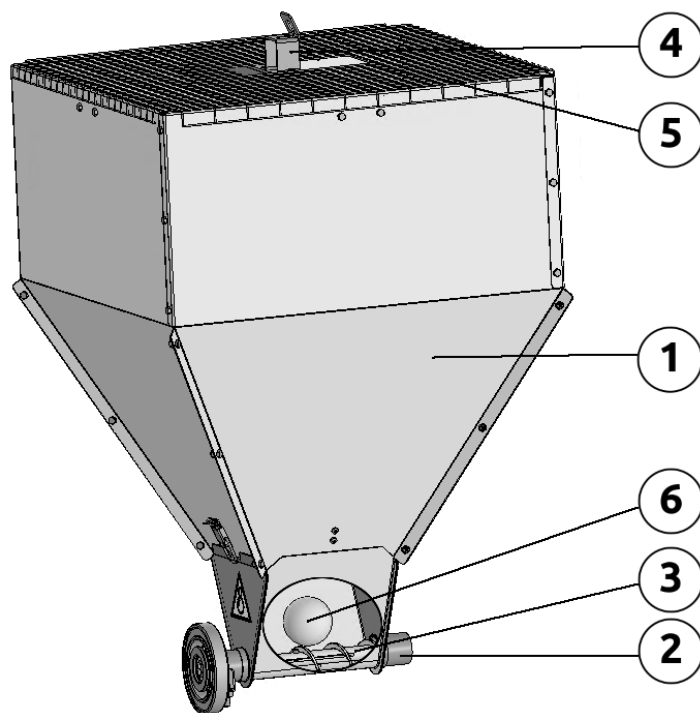

Рисунок 2.11
Приемный бункер (рис. 2.11) – это корпус (1) в виде квадратной лейки и поддон (2) с анкерным валом (3). Бункер в верхней части имеет балку (4) для его подвеса к системе подъема. Бункер накрывается сетчатой крышкой (5). В бункер опускается телескопическая труба от транспортера поперечной раздачи корма. В ближайшем к приводу поперечного шнека бункере устанавливается датчик уровня кормов.